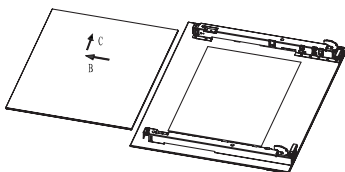

Fig.4
4. Saque el cristal central. (Fig.4)